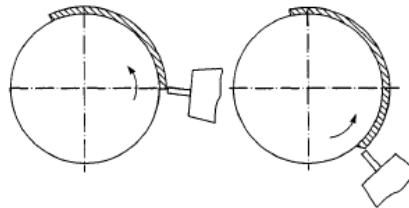

Рис. 1
* Смещение электрода согласно Рис. 1.